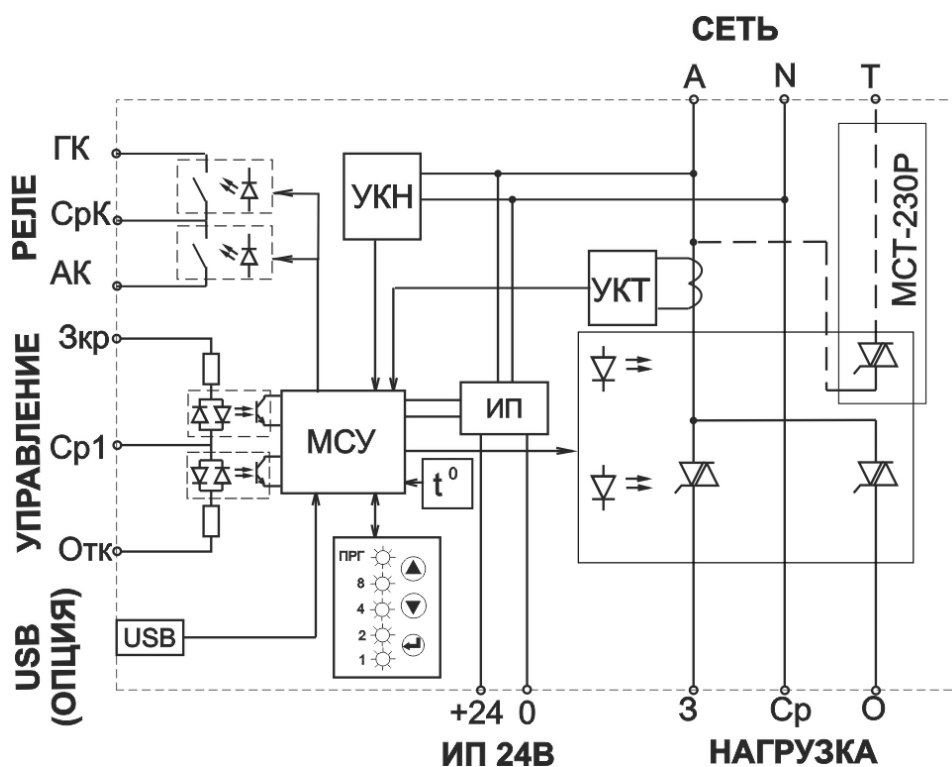

Рисунок 2 – Функциональная схема пускателей МСТ-130Р, МСТ-230Р
1.5.5 Функциональная схема пускателя приведена на **рис. 2**.